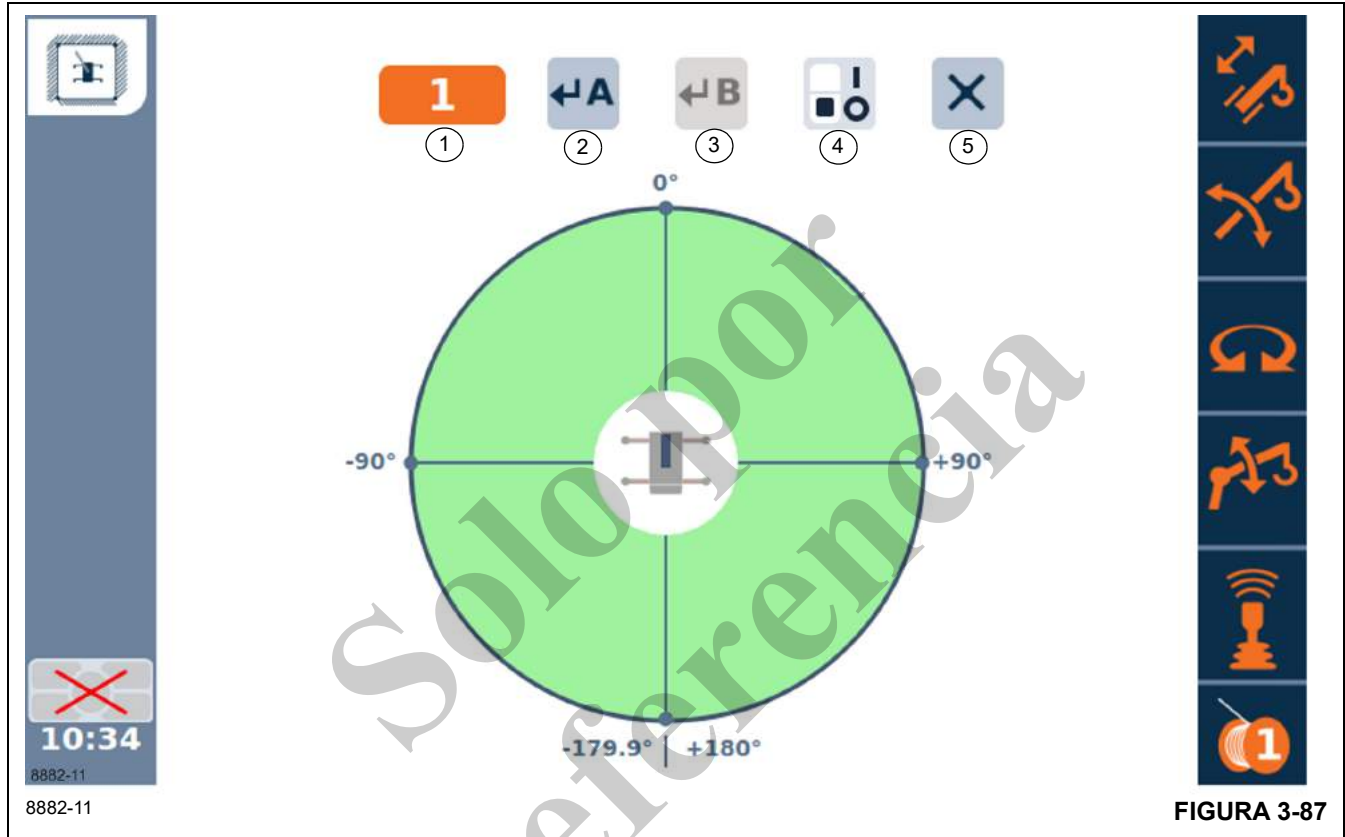

FIGURA 3-87
El menú de paredes virtuales (Figura 3-87) permite al operador definir hasta cinco ubicaciones donde no se permite que la grúa funcione.
1. Seleccione la pantalla de limitación de paredes (Figura 3-87) en la pantalla de menú principal (y en este caso no se mostraría ninguna pared virtual definida o activa). Posicione la grúa de forma que el gancho se
1. Seleccione la vista de limitación de pared (Figura 3-87) en la pantalla de menú principal.
5. Use la función de flecha derecha para resaltar el símbolo de aceptar la posición de la grúa como punto A (2).
8. Use la función de flecha derecha, si es necesario, para resaltar el símbolo de aceptar la posición de la grúa como punto B (3).
4. Use la función de flecha izquierda o flecha derecha o el cuadrante selector para resaltar el símbolo de interruptor (4).
2. Use la función de flecha derecha para resaltar el número de la pared virtual (1).
4. Use la función de flecha izquierda o flecha derecha para resaltar el símbolo de retirar paredes virtuales (5). Use el botón aceptar para eliminar la pared.